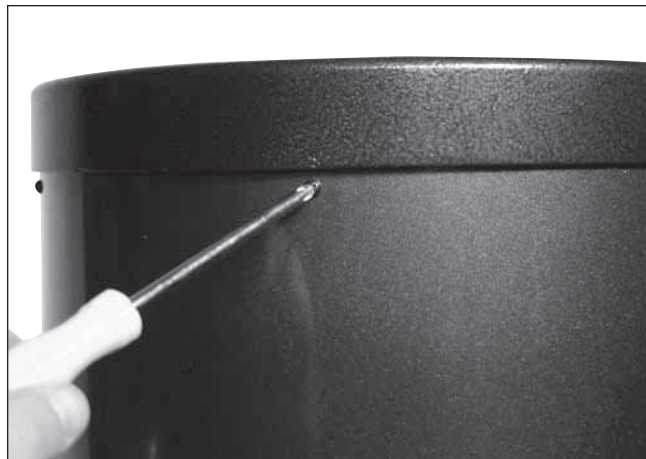

Figura 16. Per rimuovere l'anello di chiusura posteriore, svitare le sei viti che lo fissano al tubo.
1. Prima di installare l'alloggiamento dello specchio nel tubo ottico, è necessario rimuovere l'anello di chiusura posteriore fissato alla sezione inferiore del tubo ottico, svitando e rimuovendo le sei viti con testa a croce che lo fissano al tubo (Figura 16) e quindi estraendolo dal tubo.